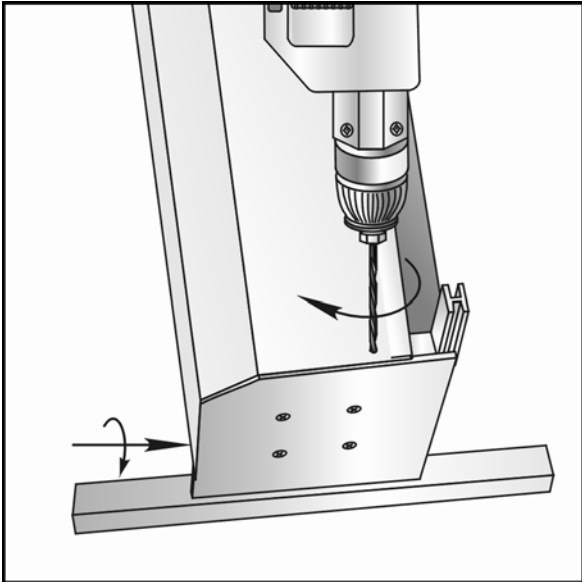

Abb. 2.7
5. In den vorderen Umbördelungen der Blendenkappen und in der Kastenblende Löcher mit $\varnothing 4,2$ mm für Nieten markieren und bohren (zwei Löcher von jeder Seite des Kastens) (Abb. 2.7).